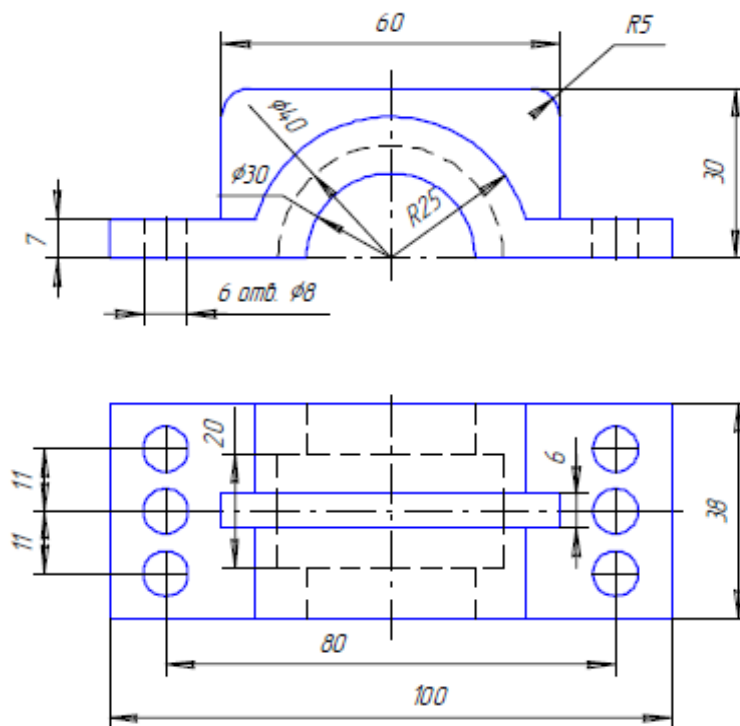

Рисунок 1 – Крышка
3. Применяя способность разрабатывать 3D-модели литейной оснастки и осуществлять их прототипирование (ПК-6.3) постройте трехмерную модель детали (рисунок 1) и подготовьте необходимые условия для изготовления её прототипа.